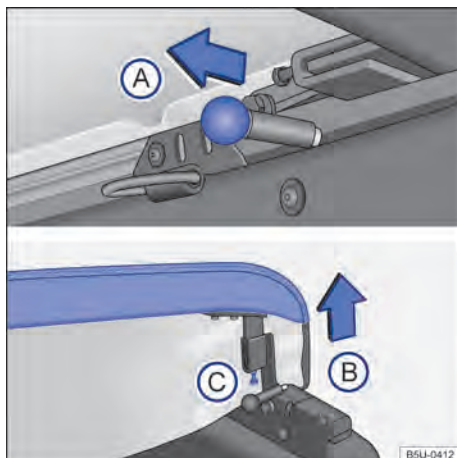
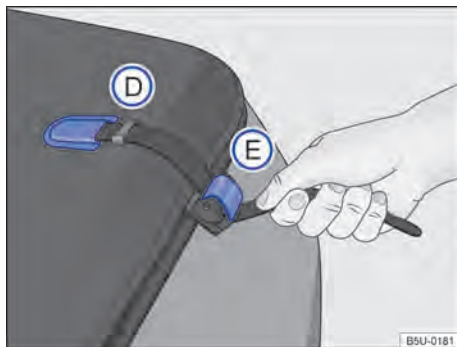

Fig. 49 Travas e parafuso de ajuste do esticamento da capota marítima.
Fig. 50 Fixação da capota marítima.
- Deslocar o pino de travamento → Fig. 49 (A) no sentido da seta, em ambos os lados, simultaneamente. ▶
- Levantar a extremidade da capota no sentido da seta (B).
- Para ajustar o esticamento, soltar a porca e apertar o parafuso ou soltar o parafuso (C), até atingir o esticamento desejado.
- Deslocar o pino de travamento → Fig. 49 (A) no sentido da seta, em ambos os lados, simultaneamente.
- Retirar a extremidade da cinta do alojamento → Fig. 50 (D), nas laterais da capota marítima, e forçar a cinta para baixo, para desbloquear a trava (E).
- Inserir a extremidade das cintas no alojamento (D), para facilitar o recolhimento da capota marítima.